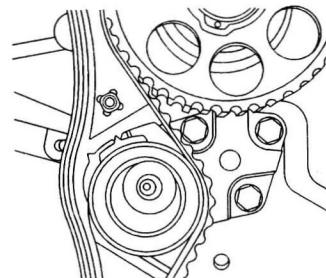

图 1-3-9 指针对准缺口
6. 顺时针转动水泵，直到正时皮带自动张紧器调节臂上的指针对准正时皮带自动张紧器托架上的缺口（图 1-3-9）。